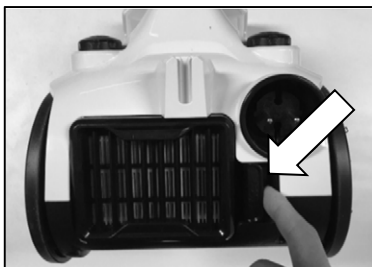

Fig 15
- a. După cum se arată în Fig.15, apăsați butonul de blocare pentru a deschide grila capacului de evacuare.